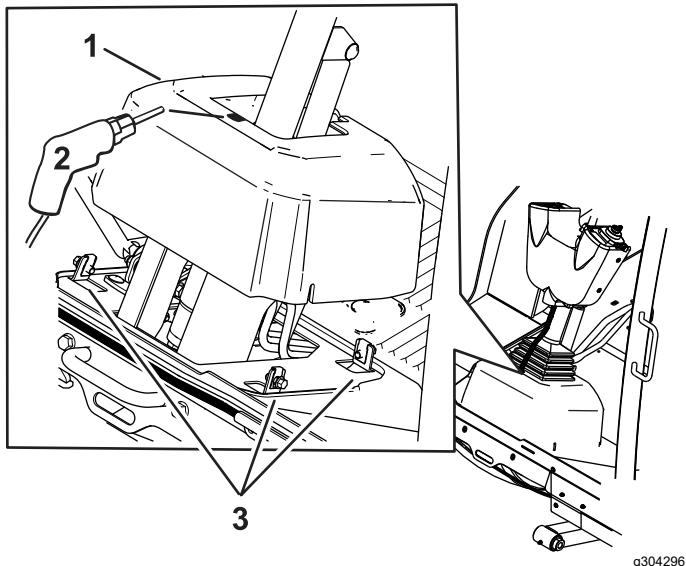

Figura 9
8. Afloje los pernos alrededor de la base de la columna de dirección (Figura 9).
9. Levante la base y perfore un orificio de 22 mm (7/8"), como se muestra en la Figura 9.